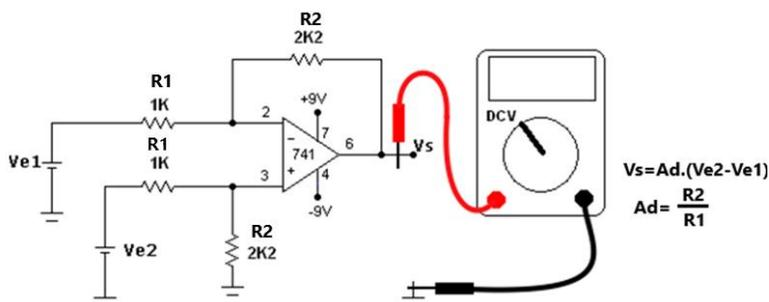

Figura 5 – Amplificador diferencial
- 1) Calcule o valor da tensão de saída do circuito da Figura 5 para cada uma das combinações de tensões de entrada da tabela 1.
- 2) Monte o circuito da Figura 5 na MP e para cada uma das combinações das tensões de entrada (V_{e1} e V_{e2}) da tabela 2. meça a tensão na saída.